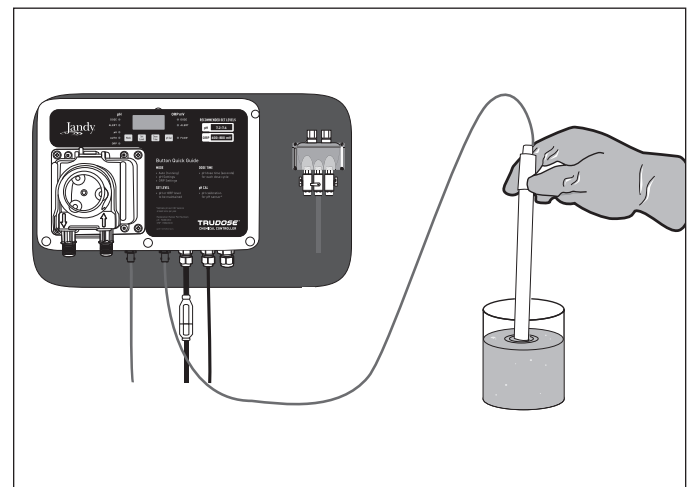

Figure 16. Vérifier les capteurs.
2. Tout en restant attaché au contrôleur, placer le capteur dans un verre d'eau du robinet propre. Se reporter à la Figure 16.
3. Mettre les capteurs dans un verre d'eau du robinet. La lecture doit indiquer entre 200 mV et 400 mV. Se reporter à la Figure 16.